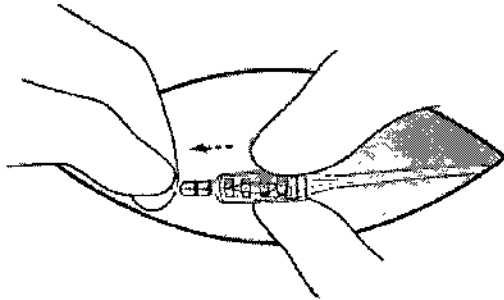

Figura 18. Retire el electrodo del extremo con tornillos de la extensión.
7. Estabilice el electrodo y retírelo con cuidado del extremo con tornillos de la extensión (Figura 18).